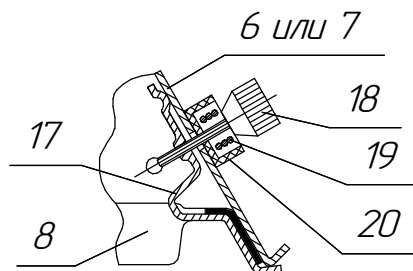

Рисунок 26.
6.8 Закрепите решетку экранирующую рисунок 26 приложения А на отражателе с помощью винтов специальных поз.18 и скоб поз.17.